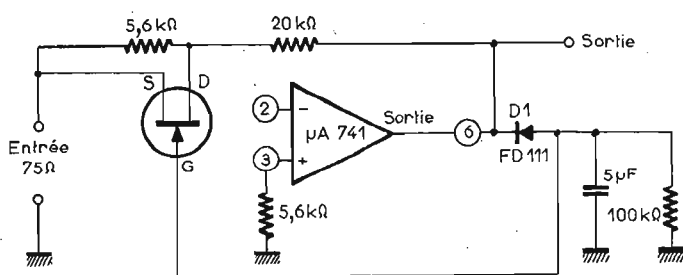
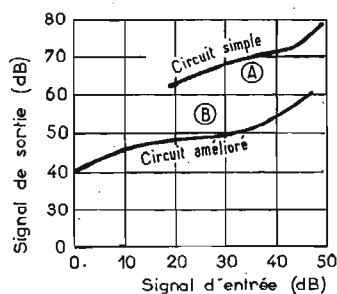
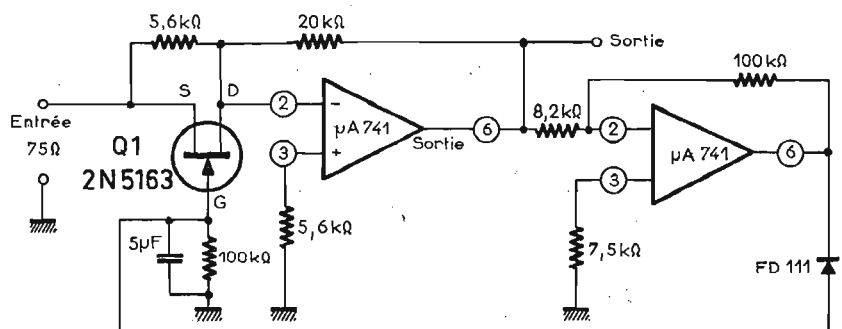

Fig. 9
Fig. 10
Fig. 11
A la figure 9 on donne le schéma de cet amplificateur utilisant un $\mu A741$. La compression consiste en une moindre variation relative du signal de sortie comparativement à celle du signal d'entrée. Le signal
Le montage de la figure 9 s'alimente avec deux sources de tension continue de 12 V chacune avec point commun à la masse comme dans les montages précédents. La figure 10 donne en (A) la courbe des performances de ce montage.
Le montage de la figure 11 permet d'obtenir de meilleurs résultats que ceux du précédent. Dans ce compresseur on utilise les mêmes composants que dans le modèle simple mais la rétroaction est plus énergique grâce à l'emploi de deux μA741 au lieu d'un seul. La courbe B de la figure 10 montre en effet que lorsque le niveau d'entrée varie entre 0 et 47 dB, le niveau de sortie varie entre 42 et 60 dB donc 18 dB pour 47 dB. Dans le cas du montage simple, la courbe A de la figure 10 montre que lorsque le niveau d'entrée varie entre 20 et 50 dB, celui de sortie varie entre 66 dB et 78 dB, c'est-à-dire 12 dB pour 30 dB à l'entrée mais l'action de ce compresseur ne commence que lorsque le niveau d'entrée a atteint 20 dB alors que dans le montage amélioré l'action de compression s'exerce depuis le niveau 0 dB d'entrée.